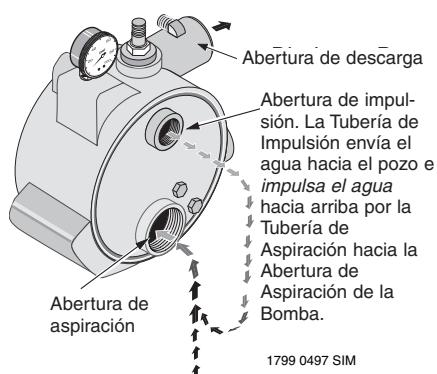

Figura 3: Funciones de impulsión y aspiración en pozo profundo
- AVISO:** Las bombas de chorro Simer vienen con la abertura de aspiración (abertura más grande) debajo de la abertura de impulsión. Ver la figura 3.